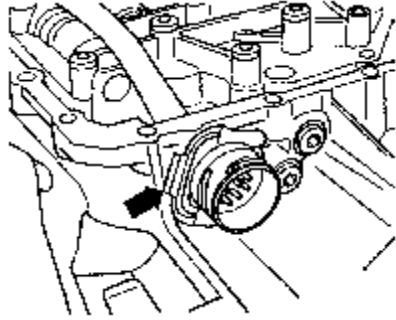

图 8-77 拔下线束插头
(1) 拆下油底壳和机油滤清器。
(2) 如图 8-77 所示，拆下线束插头锁卡（箭头）。
(6) 把卡夹夹到线束插头上(见图 8-77 箭头所示)。装上机油滤器和油底壳并加注 ATF。